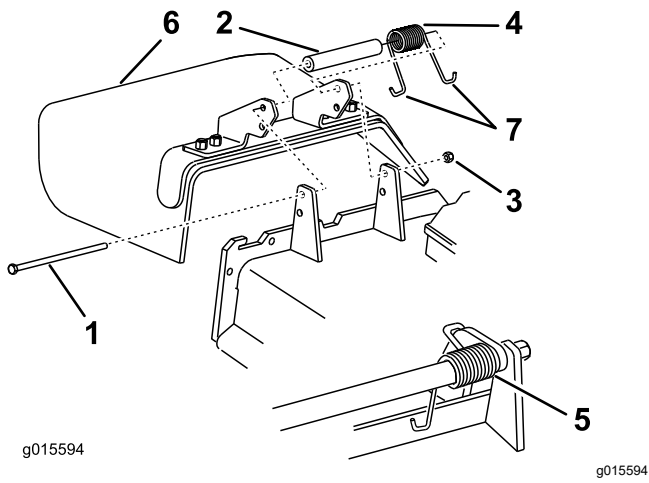

Figura 63
1. Posizionate un'estremità della molla dietro il bordo del piatto e l'altra estremità sul deflettore dell'erba (Figura 63).
- Utilizzate il bullone e il dado per fissare il gruppo deflettore dell'erba al piatto di taglio (Figura 63)
- Infilate l'estremità a gancio J della molla attorno al deflettore di sfalcio (Figura 63).